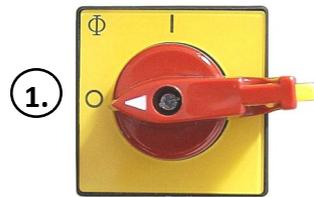

Bild 3:
- Stellen Sie die Spannungsfreiheit sicher, indem Sie den Netzstecker ziehen (s. Bild 3).